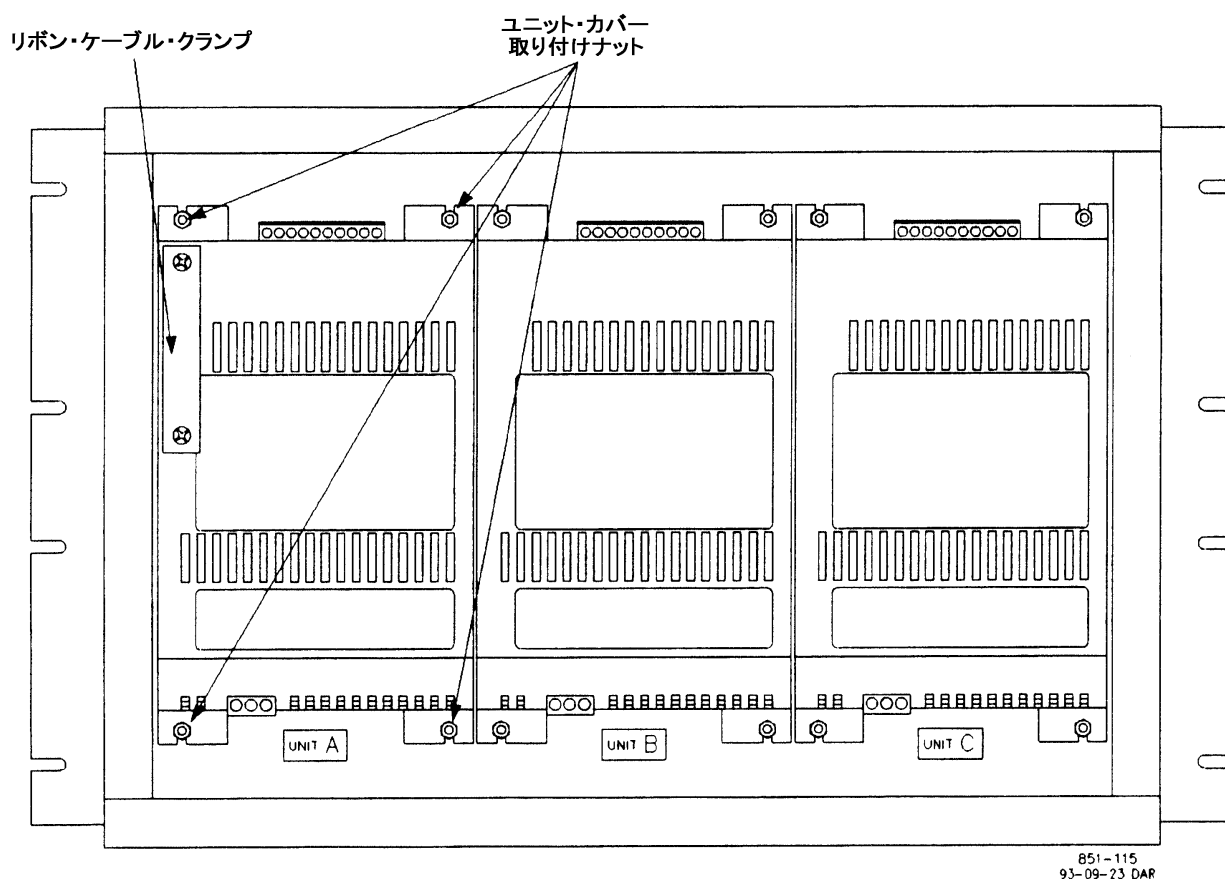

図 5-2. ProTech 内部のユニット・カバー
3. ユニットAのヒューズを交換する場合は、リボン・ケーブル用のクランプを取り外して保管しておいてください。カバーを付け直す時に必要になります。(図 5-2 を参照)
4. まず電源基板の端子台を引き抜いてから、I/O 基板の端子台の配線を引き抜きます(図 5-2 を参照)。
5. これからヒューズを交換しようとするユニットのカバーの4隅のナットを外し、よく注意してカバーを引き抜きます(図 5-2 を参照)。ヒューズ交換後また付け直さなければならないので、カバーとナットは保管しておきます。
9. ユニットAのヒューズを交換した場合は、先ほど外したリボン・ケーブル用のクランプを付け直してください。(図 5-2 を参照)
3. ユニットAを交換する場合は、リボン・ケーブル用のクランプを取り外して保管しておいてください。新しいユニットを取り付ける時に必要になります。(図 5-2 を参照)
4. まず電源基板の端子台を引き抜いて、次に I/O 基板の端子台を引き抜きます。(図 5-2 を参照)
5. 交換しようとするユニットのカバーの4隅のナットを外し、よく注意してカバーを取り外します(図 5-2 を参照)。ヒューズ交換後また付け直さなければならないので、カバーとナットは保管しておきます。
9. ユニットAを取り付けている場合は、リボン・ケーブル用クランプを忘れずにカバーに取り付けてください(図 5-2 を参照)。